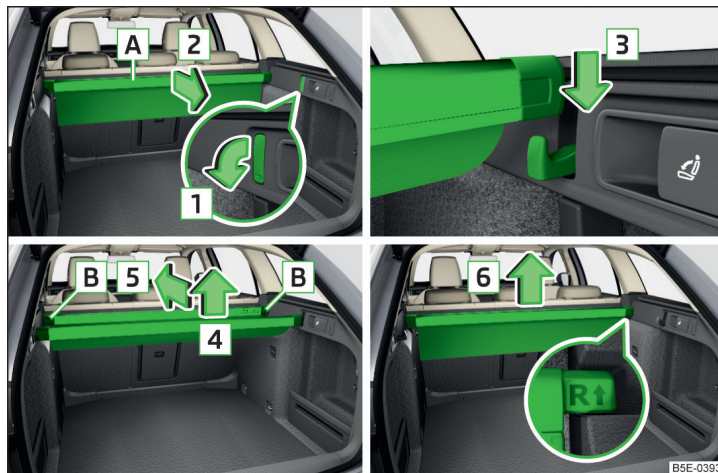

Fig. 117 Geanta multifuncțională: extragerea/introducerea/impingerea/indepărtarea
- Rabatați în jos cârligele frontale de pe ambele laterale ale portbagajului, în sensul săgeții » fig. 117.
- Îndepărtați bagheta posterioară de pe cârlige, în sensul săgeții » fig. 117. ►
- Scoateți buzunarul din punctele de fixare, în sensul săgeții [6] » fig. 117.